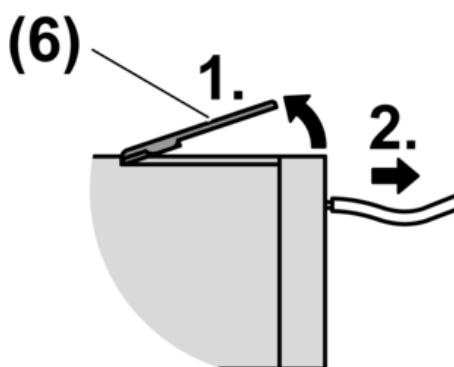

Рис. 5
- Рис.5: соединительная клемма с зажимным рычажком
- Для отключения соединительного кабеля приподнимите зажимной рычажок (6) как показано на рисунке 5 и вытяните кабель из клеммы.